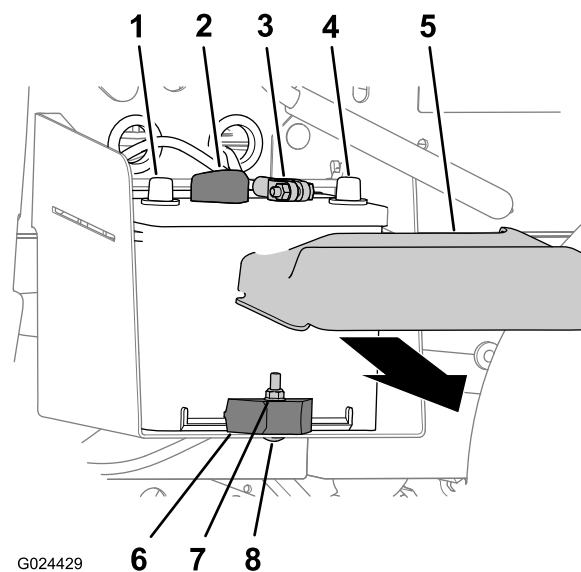

Figura 47
1. Aperte os lados da cobertura da bateria e retire a cobertura da parte superior da bateria (Figura 47).
2. Desligue o cabo negativo da bateria do terminal da bateria (Figura 47).
3. Desligue o cabo positivo da bateria do terminal da bateria (Figura 47).
2. Retire a porca de bloqueio, o parafuso de carroçaria e o grampo da bateria que fixa a bateria ao tabuleiro da bateria (Figura 47).
3. Retire a bateria do tabuleiro da bateria (Figura 47).
1. Alinhe a bateria com o tabuleiro da bateria da máquina (Figura 47).
Nota: Certifique-se de que os pólos positivo e negativo da bateria estão alinhados conforme indicado na Figura 47.
2. Fixe a bateria ao tabuleiro da bateria com o grampo da bateria, o parafuso de carroçaria e a porca de bloqueio (Figura 47).
1. Ligue o cabo positivo da bateria ao terminal da bateria (Figura 47).
2. Ligue o cabo negativo da bateria ao terminal da bateria (Figura 47).
3. Coloque a tampa da bateria na parte superior da bateria (Figura 47).